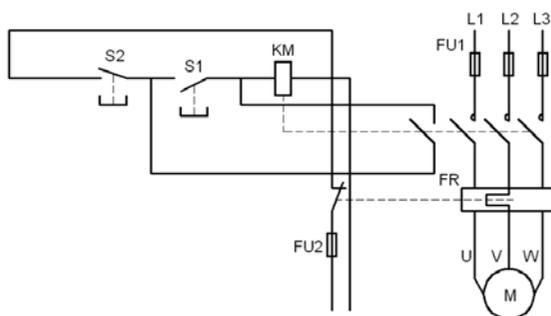

图 17.10.31 创建文字标注
Step7. 创建文字标注。选择 **格式(O)** → **文字样式(S)...** 命令，选择“Arial”字体，字体样式设置为“常规”，文字高度值设置为 3；将图层切换至“文字层”；用 **绘图(D)** → **文字(X) >** → **单行文字(S)** 命令创建文字，并将其移至合适的位置，完成后的图形如图 17.10.31 所示；用 **绘图(D)** → **文字(X) >** → **多行文字(M)...** 命令创建多行文字。